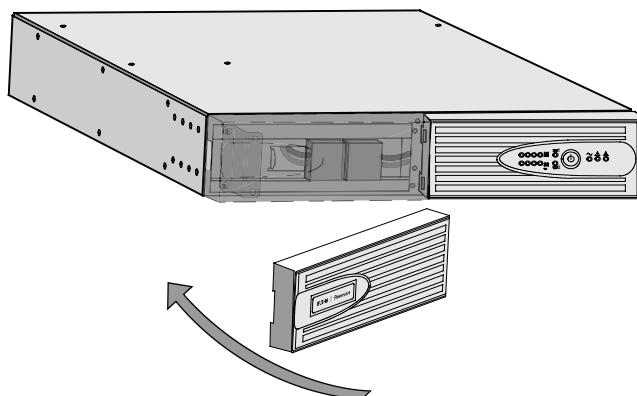

Рисунок 3. Установка передней крышки ИБП
3. Установите переднюю крышку ИБП и защелкните ее на место (см. Рисунок 3).